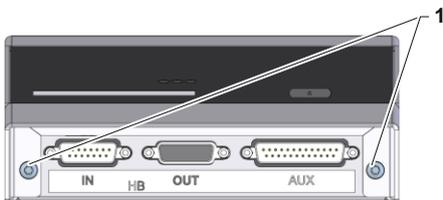

Abb. 5: Frontseite Auswerteeinheit
- Schrauben (Kennzeichnung 1 → Abb. 5) montieren.